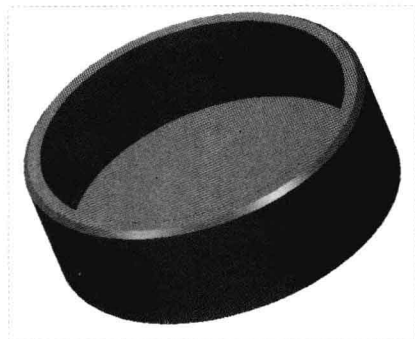

图 10-70 边倒角曲面
Step 03 单击“应用并保存在工具中所做的所有更改，然后关闭工具操控板”按钮, 即可边倒角曲面，如图 10-70 所示。